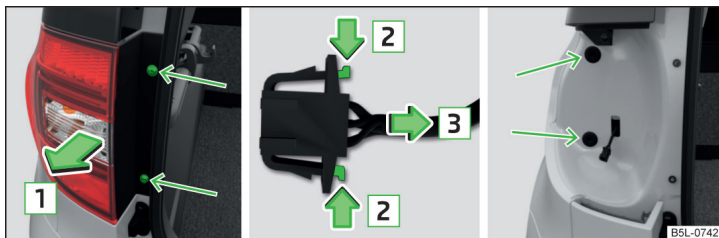

Fig. 204 Demontarea lămpii / scoaterea conectorului
- > Deșurubați lampa » fig. 204 folosind cheia din trusa de scule.
- > Prindeți lampa și trageți-o cu atenție prin mișcări pendulatorii în direcția săgeții » fig. 204.
- > Introduceți lampa în locașurile din caroserie » fig. 204.
- > Fixați lampa strângând șuruburile » fig. 204.